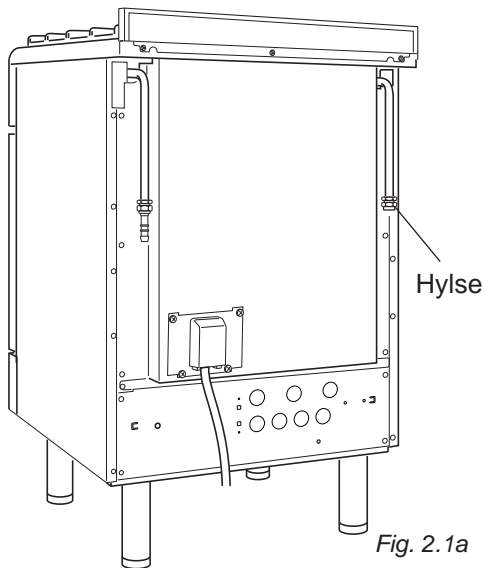

Fig. 2.1a
- Gasstilførselen tilkobles bakerst på apparatet til gassrøret til høyre eller venstre. (Fig. 2.1a). Tilkoblingsslangen må ikke krysse apparatets bakside.